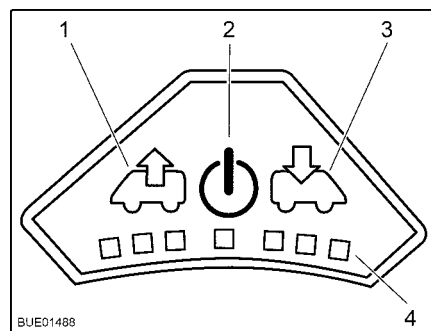

Fig. 116 Panneau de commande du ventilateur
- Appuyer sur la touche Marche/Arrêt (Fig. 116,2). Le ventilateur fonctionne en mode confort (aération à faible vitesse de rotation).
- Pour augmenter la vitesse de rotation du ventilateur : Appuyer sur la touche Ventiler (Fig. 116,1). La vitesse de rotation du ventilateur augmente d'un niveau de puissance dans le sens de l'échappement. Les DEL (Fig. 116,4) montrent les niveaux de puissance.
- Pour réduire la vitesse de rotation du ventilateur : Appuyer sur la touche Aérer (Fig. 116,3). La vitesse de rotation du ventilateur diminue d'un niveau de puissance.
- Pour augmenter la vitesse de rotation du ventilateur : Appuyer sur la touche Aérer (Fig. 116,3). La vitesse de rotation du ventilateur augmente d'un niveau de puissance dans le sens de l'aération. Les DEL (Fig. 116,4) montrent les niveaux de puissance.
- Pour réduire la vitesse de rotation du ventilateur : Appuyer sur la touche Ventiler (Fig. 116,1). La vitesse de rotation du ventilateur diminue d'un niveau de puissance.
- Appuyer sur la touche Marche/Arrêt (Fig. 116,2). Le ventilateur s'arrête, les DEL s'éteignent.